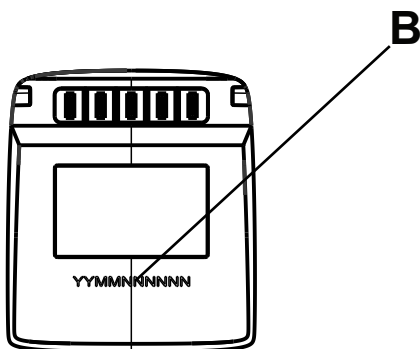
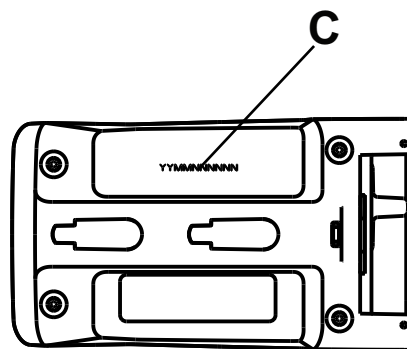

Figura 4 – Localização do número de série da bateria Alvarium
Figura 5 – Localização do número de série do carregador Alvarium
Ver abaixo para as localizações do número de série da bateria (B) e do carregador (C) (Figura 4 e Figura 5).